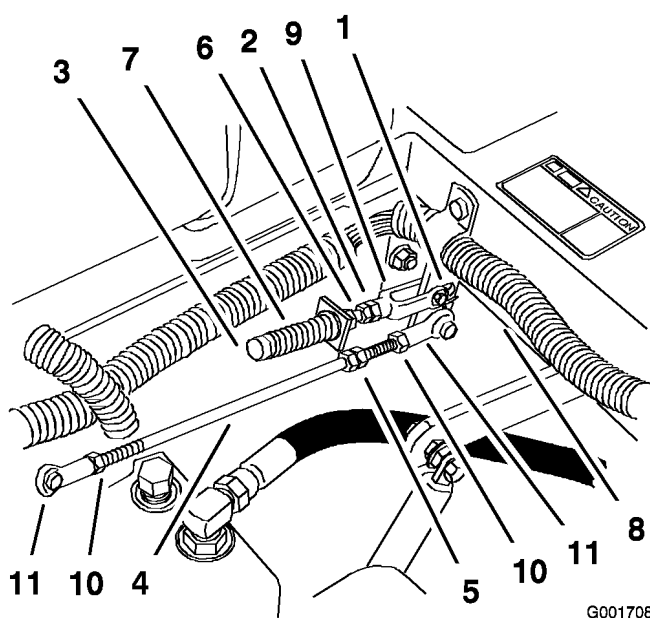

Figura 59
1. Afloje las contratuercas de la articulación esférica de la varilla de control de la bomba (Figura 59).
- Ajuste la longitud de la varilla de la bomba girando las tuercas dobles de la varilla, en el sentido apropiado, hasta que la rueda quede estacionaria o se mueva muy lentamente en marcha atrás (Figura 59).
- Apriete las contratuercas de las articulaciones esféricas (Figura 59).